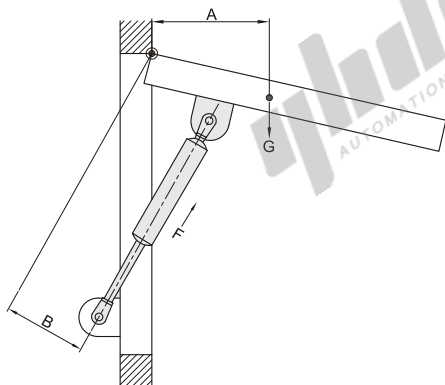

图2
1、如（图2）所示，根据下式计算所需的反作用力（F），找到可以使用的形式范围。